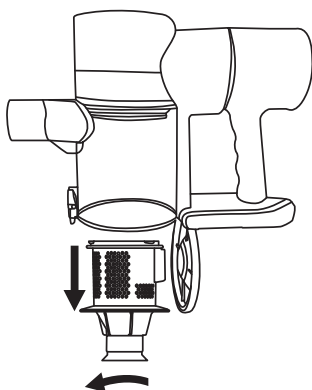
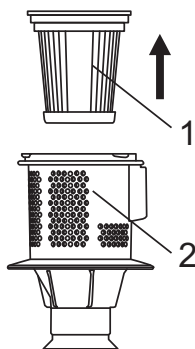

Figure 5
Figure 6
2. Ouvrir le fond du godet à poussière et le tourner dans le sens inverse des aiguilles d'une montre pour sortir la grille du filtre, comme indiqué sur la figure 5. Retirer le HEPA (1) de la grille du filtre pour le nettoyer ou le remplacer (noter que seul le HEPA lavable peut être lavé à l'eau), nettoyer la grille du filtre (2) et la sécher après le lavage avant de pouvoir la remettre dans le godet à poussière et de continuer à l'utiliser figure 6.